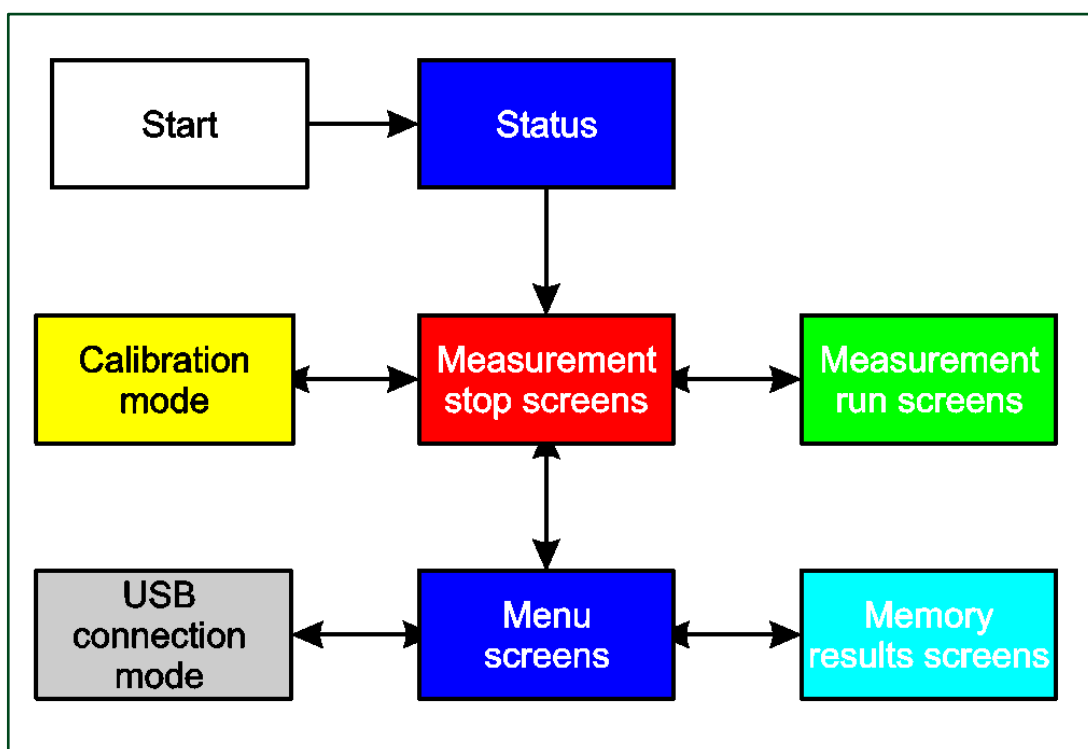

Figura 2
As duas teclas de função (5) mostradas na figura 1 estão localizadas abaixo das opções correspondentes exibidas na parte inferior de cada tela. A operação dessas duas teclas muda, dependendo de qual tela é exibida, conforme mostrado na visão geral do sistema operacional na figura 2.